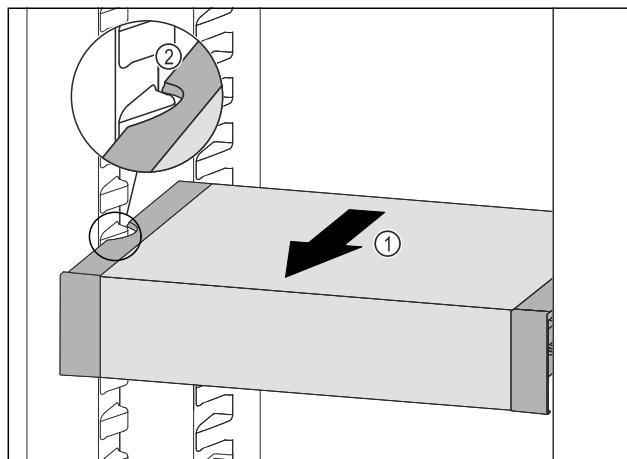

Fig. 83
- ▶ VarioSafe pociągnąć w przód Fig. 83 (1), aż boczne wycięcia szuflady VarioSafe będą się znajdować na wysokości żebrowania pojemnika w chłodziarce. Fig. 83 (2)